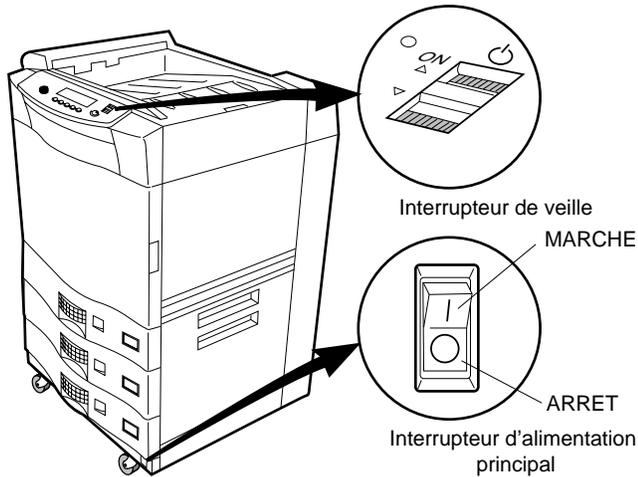

Figure 1-10 Interrupteur de veille et interrupteur d'alimentation principal
1. Repérez l'interrupteur d'alimentation principal et l'interrupteur de veille illustrés à la Figure 1-10.